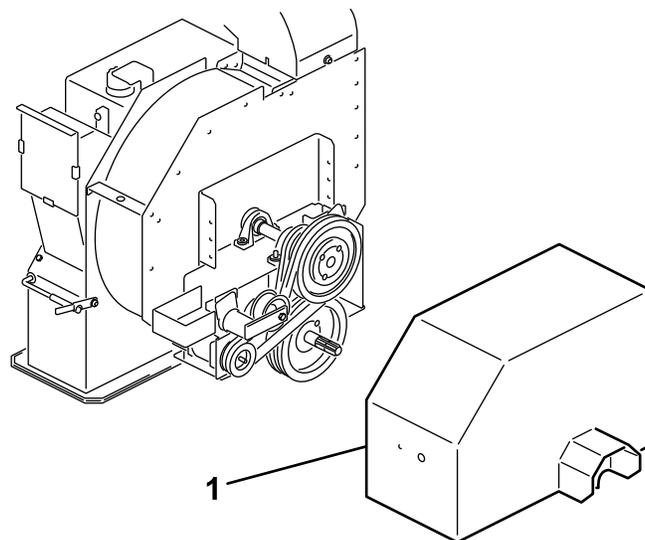

Рисунок 13
- Снимите щиток привода, находящийся над шкивами в сборе (Рисунок 13).
1. Ослабьте болты и гайки крепления щитка привода к корпусу крыльчатки (Рисунок 13) и снимите щиток.
2. На задней стороне рамы ослабьте болт крепления натяжителя ремня к раме (Рисунок 13).